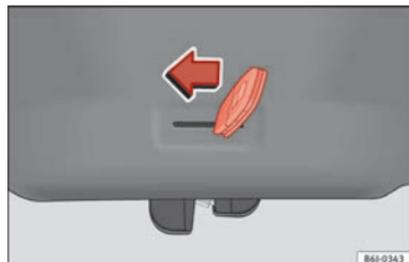

Fig. 168 Portón trasero: apertura de emergencia.
- Introduzca el espadín de la llave en la ranura y desbloquee el sistema de cierre, dirigiendo la llave de derecha a izquierda, tal como indica la flecha »» fig. 168.